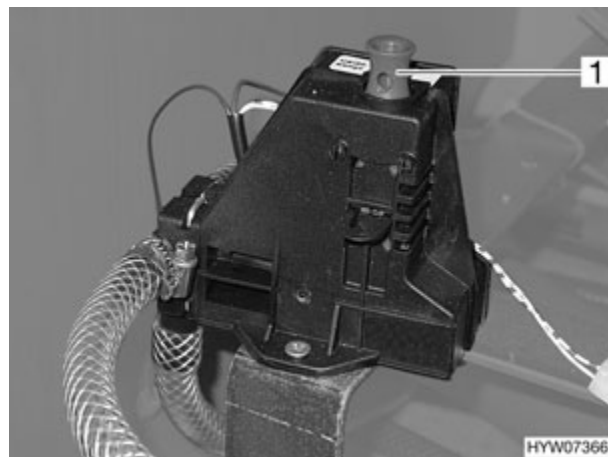

Fig. 139 Válvula de seguridad/purga de la caldera
La caldera está equipada con una válvula de seguridad/purga (Fig. 139). La válvula de seguridad/purga evita que el agua de la caldera se congele cuando no esté conectada la calefacción de aire caliente en caso de helada.
- Cerrar la válvula de seguridad/purga. Para ello, tirar hacia arriba del interruptor de asidero (Fig. 139,1).
- Abrir la válvula de seguridad/purga (Fig. 139). Para ello, presionar hacia abajo el interruptor de tirador (Fig. 139,1). La caldera se vacía hacia fuera a través de la válvula de seguridad/purga.